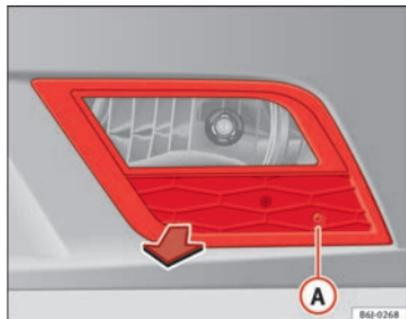

Fig. 166 Faro antiniebla
- Retire el tornillo ⇒ fig. 166 **A** de la reja del faro antiniebla precisando para ello un destornillador.